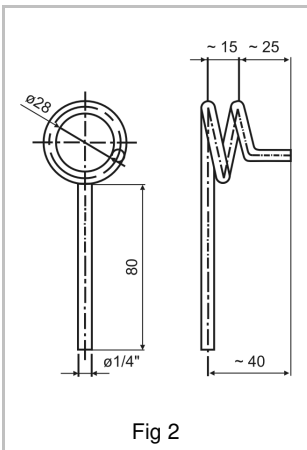

Fig 2
- Devem existir suportes para o cabo de aço (Fig. 2) a cada 2 metros.